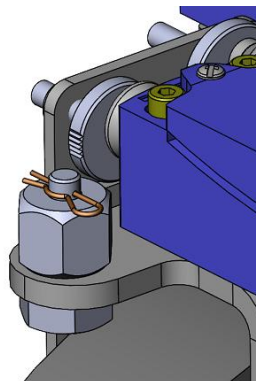

Abbildung 7.5
4. Schrauben Sie die Betätigungsmutter anstelle der Mutter zur manuellen Lüftung auf die Parkschraube auf und setzen Sie den Sicherungs-Splint ein (siehe Abbildung 7.5).